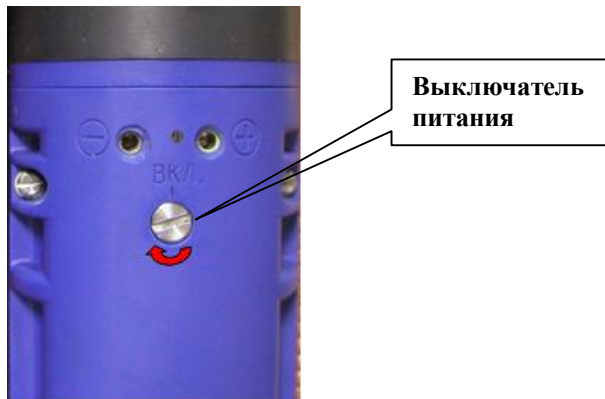

Рисунок 1.4.5. Включение питания
7. Включить питание приемной и передающей антенной для чего шлицевой отверткой повернуть выключатели питания на 90° по часовой стрелке (см. рисунок 1.4.5);
2. Отключите магнитные заглушки на приемном и передающем блоках (рисунок 1.4.5);